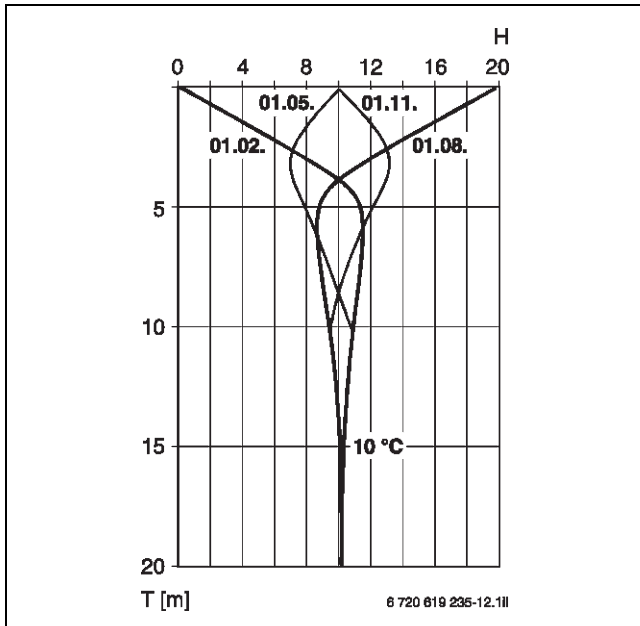

Bild 62 Temperaturverlauf in unterschiedlichen Tiefen des Erdreichs abhängig von einem jahreszeitlichen, mittleren Temperaturwert an der Erdoberfläche
- Rohrwendel über Vorlaufverteiler und Rücklaufsammler verlegt gemäß Skizze (→ Bild 62, Seite 73)
Eine Erdwärmesondenanlage entzieht dem Boden Wärme über ein Wärmetauschersystem, das in einer Bohrung von 20 m ... 100 m Tiefe im Erdreich installiert ist. Ab einer Tiefe von ca. 15 m liegt die Erdtemperatur in Höhenlagen bis 500 m ganzjährig über 10 °C (→ Bild 62).